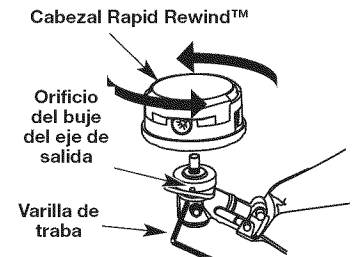

Fig. 25
- Alinee el orificio del buje del eje con la ranura de la varilla de traba e inserte la varilla de traba en el orificio del buje del eje (Fig. 25).
- Atornille el accesorio de corte hacia la izquierda en el eje de salida. Apriete firmemente. (Fig. 25)